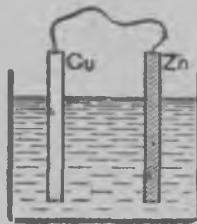

Рис. 49.
4. Озуттуа стрелкойл (рис. 49), күй маткуау вольтан элементас и проводас луаитус цепис токка.